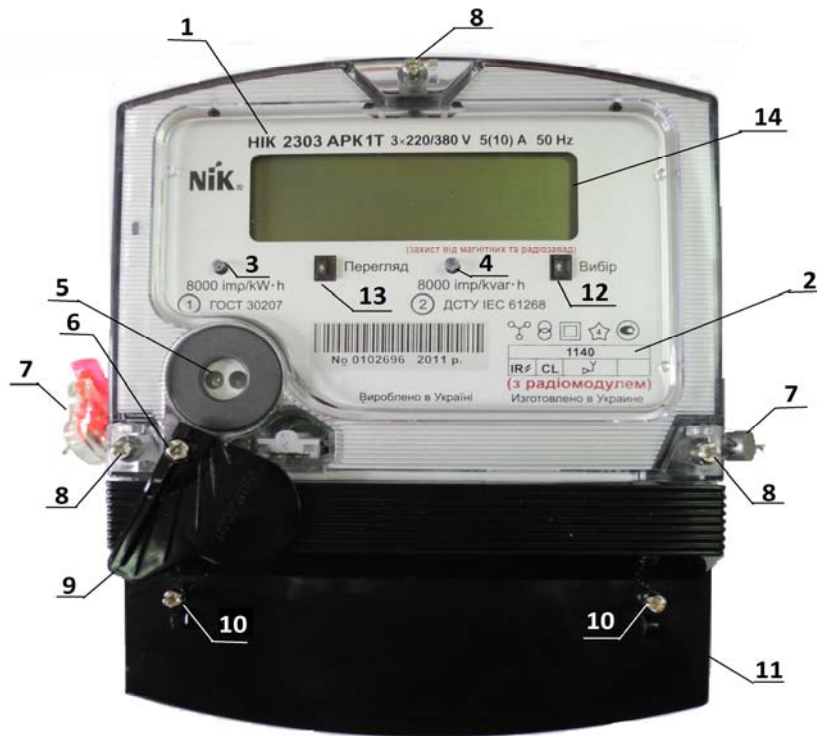

Рисунок 1.1
1.3.1 Зовнішній вигляд лічильника представлений на прикладі лічильника НІК 2303 АРК1Т 1140, на рис. 1.1.
1.4.5 На лицьовій панелі лічильників розташовані дві оптичні кнопки "Вибір" і "Перегляд" (рис. 1.1), призначені для перемикання виміряних і обчислених величин (далі по тексту вікон), які відображаються на РКІ. Спрацювання кнопки відбувається при дотику пальця руки до пластика над кнопкою і супроводжується подачею звукового сигналу від внутрішнього динаміка лічильників. Звуковий сигнал може бути відключений при параметризації.